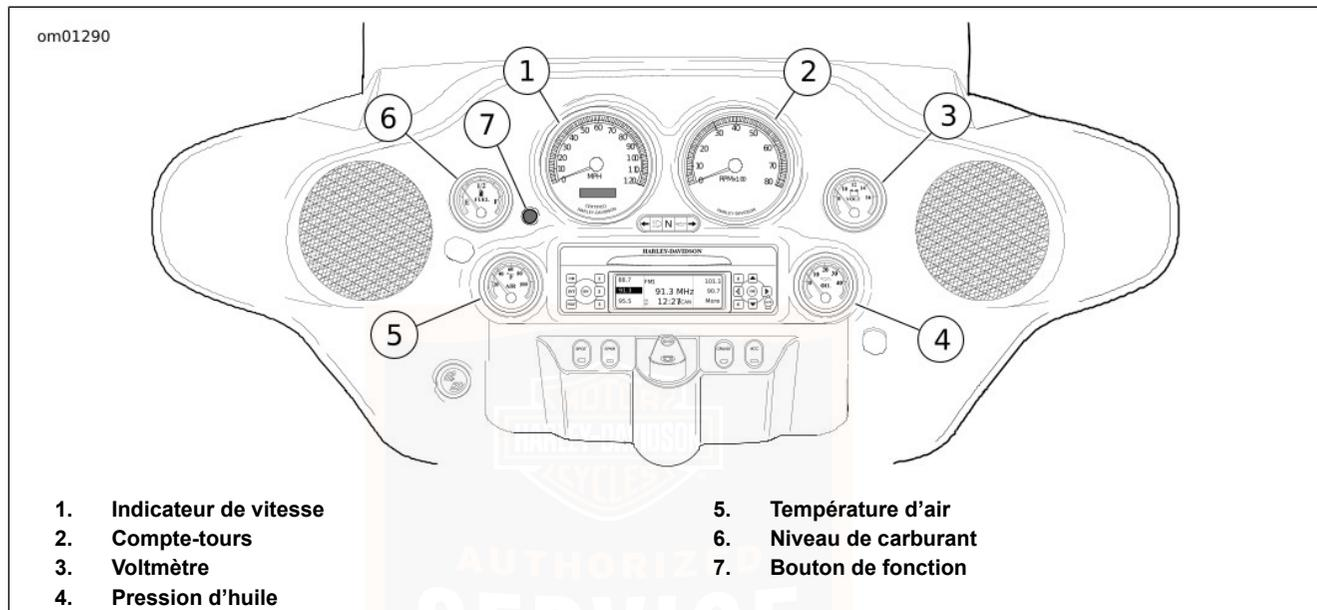

Figure 9. Instruments (typiques)
Voir Figure 9. L'indicateur de vitesse enregistre les milles à l'heure (modèles américains uniquement) ou les kilomètres à l'heure (modèles HDI uniquement) de vitesse en marche avant. L'indicateur de vitesse permet également de sélectionner les fonctions suivantes :
1. Voir Figure 9. En appuyant sur le commutateur de fonction avec l'interrupteur à clé dans une position quelconque, on active la lecture du compteur kilométrique et de l'horloge. L'heure et les milles ou les kilomètres peuvent être vérifiés sans qu'il soit nécessaire de déverrouiller l'interrupteur à clé. Enfoncer et relâcher le commutateur de fonction une fois pour voir le compteur kilométrique. Appuyer et relâcher à nouveau le commutateur pour que l'heure s'affiche.
2. Voir Figure 9. Appuyer le commutateur de fonction jusqu'à ce que l'heure (en heures et minutes) s'affiche. Maintenir le commutateur de fonction enfoncé pendant cinq secondes ou jusqu'à ce que « 12HR » se mette à clignoter à l'écran d'affichage de l'indicateur de vitesse. Relâcher le bouton.
Voir Figure 9. Le compte-tours mesure la vitesse du moteur en tours/minute (tr/min).